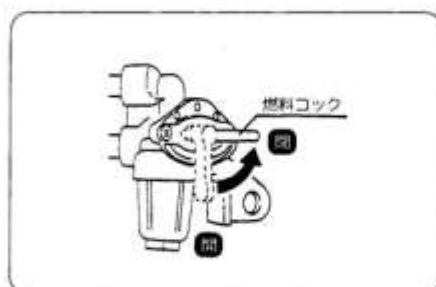

図51
- エンジン停止後、必ずコックを〔閉〕位置にしてください。(図51)